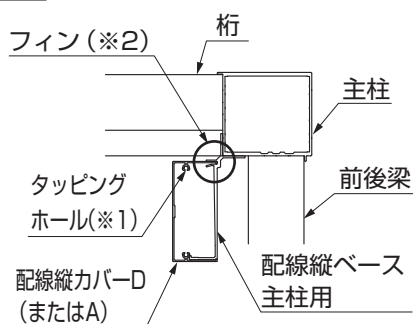

図4-2 天井あり
- 配線縦カバーD (またはA) にはタッピングホールがついています。配線カバー端部キャップ取付けネジはタッピングホール (※1) に取付けてください。(図4-1、図4-2参照)
- 天井なしの場合は、桁・前後梁から、主柱へ配線を通す場合は、配線縦カバーに配線カバー目隠 (桁・前後梁兼用) からの配線を通す穴 (※4) をあけてください。(図4-2参照)